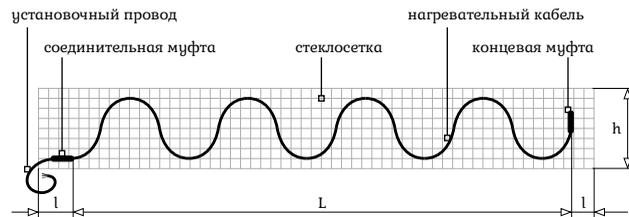

Рисунок 1. Конструкция осушителя
Осушитель представляет собой кабельную секцию, закрепленную специальным образом на стеклосетке (рисунок 1). Кабельная секция состоит из экранированного нагревательного кабеля, концевой и соединительной муфты и установочного провода. Номинальной длиной осушителя считается длина его рабочей части (L), на которой уложен нагревательный кабель от конца концевой муфты и начала соединительной муфты. Удельная мощность осушителя составляет 300 Вт/м2. Такая мощность обеспечивает быстрое и эффективное удаление влаги в труднодоступных местах ванных комнат.